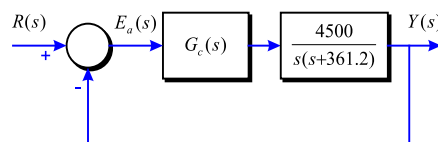

Figura 2-2
2. Es pretén que el sistema de la Figura 2-2 compleixi amb les especificacions següents: